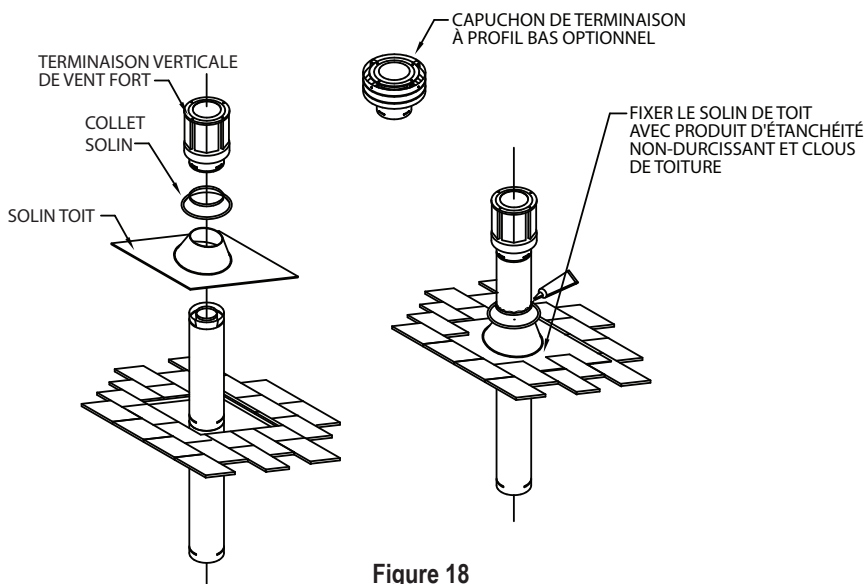

Figure 18
(3) Dans la mesure du possible, utiliser coudes à 45° au lieu de coudes à 90°. Le coude à 45° offre moins de restriction à la circulation des gaz de combustion et de l'air d'admission.
Étape 7. Glisser le solin de toit sur la section de tuyau sortant du toit. Utiliser un produit d'étanchéité non durcissant entre le solin et la toiture pour empêcher les fuites d'eau. Fixer la base du solin au toit avec des clous à toiture. Veiller à ce que le matériau de revêtement du toit recouvre le bord supérieur du solin (Fig. 18). Vérifier que vous avez au moins l'espacement minimal aux matières combustibles sur le toit et dans le grenier.
Étape 9. Glisser la mitre le long du tuyau et la pousser vers le bas contre le dessus de solin de toit (**Fig. 18**). Utiliser un produit d'étanchéité non durcissant entre la mitre et la section de tuyau.